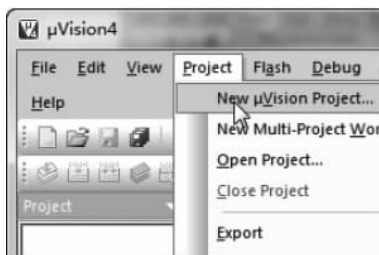

图 3-3 选择新建项目命令
(1) 在 Keil μ Vision4 集成开发环境中, 选择 Project $\rightarrow$ New μ Vision Project 命令, 如图 3-3 所示。